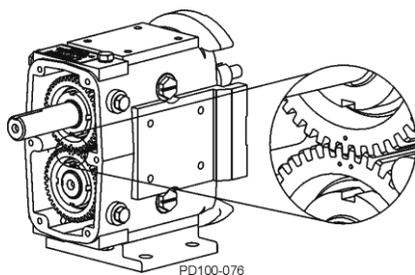

Figure 60 - Marques de l'engrenage de distribution
3. Faites glisser l'engrenage de l'arbre court sur l'arbre court. L'engrenage de l'arbre court présente deux marques de poinçonnage. Faites coïncider la marque de poinçonnage unique de l'engrenage d'entraînement cylindrique avec les deux marques de poinçonnage de l'engrenage de l'arbre court (figure 60).